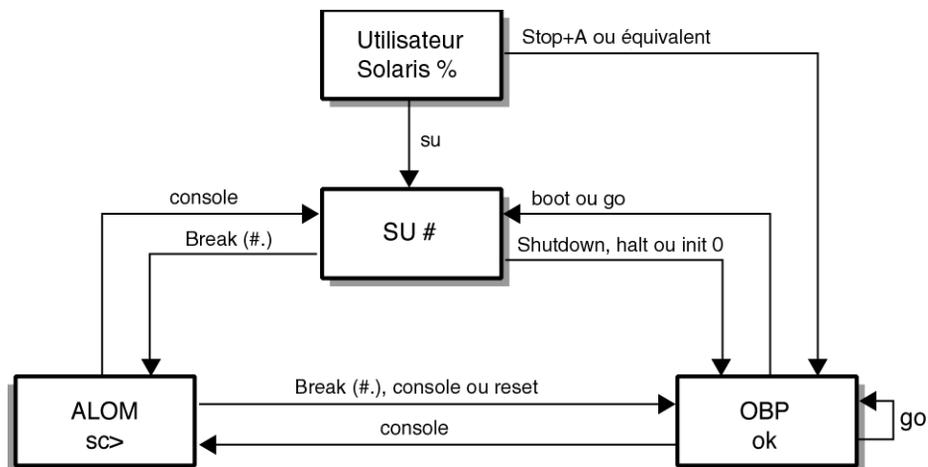

FIGURE 1-1 Diagramme des invites système
- FIGURE 1-1 Diagramme des invites système 2
La FIGURE 1-1 illustre la relation entre ces trois invites et indique comment passer de l'une à l'autre.